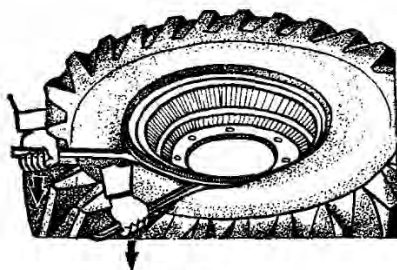

Рис. 134.
7. Положить колесо на пол. Со стороны, противоположной вентилю, вставить большую и среднюю монтажные лопатки на расстоянии 250—300 мм одна от другой, чтобы они надежно захватили закраину обода и, нажимая лопатки вниз, завести борт покрышки за окраину обода (рис. 134).